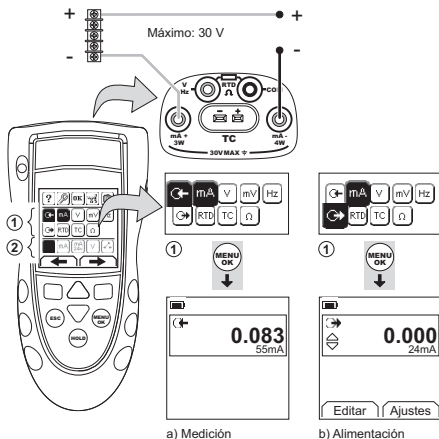
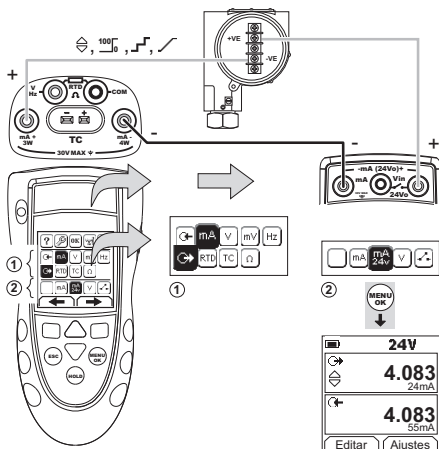
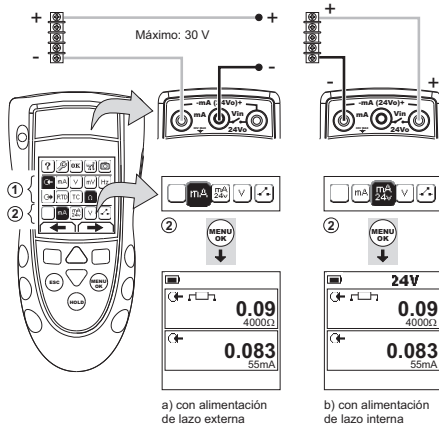

Figura 1: Ejemplo de configuración: Medición/alimentación de mA con alimentación de lazo externa (Área ①)
Figura 2: Ejemplo de configuración: Alimentación de mA con alimentación de lazo interna (Área ①)
Figura 3: Ejemplo de configuración: Medición de mA (función dual, área ②)
1. Conecte el instrumento (Figura 1, Figura 2 o Figura 3) y, si es necesario, ajuste las opciones de Configurar (Tabla 1).